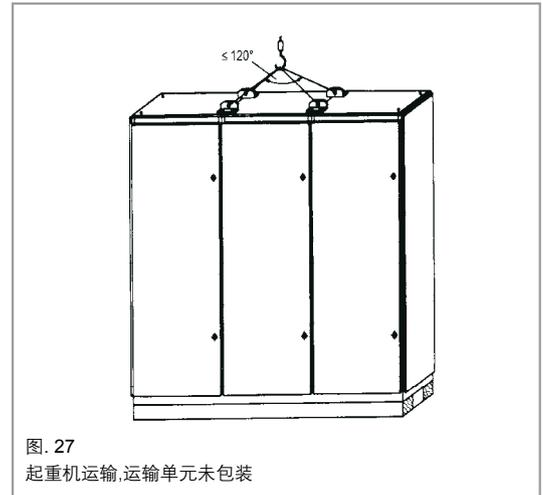

图. 27
- 吊绳在起重机吊钩处的角度不允许大于120°（见图. 27）。